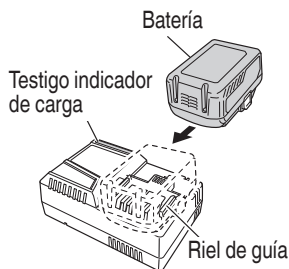

Fig. 10
2. Inserte la batería en el cargador de baterías. Inserte la batería en el cargador de baterías como muestra en la Fig 10.